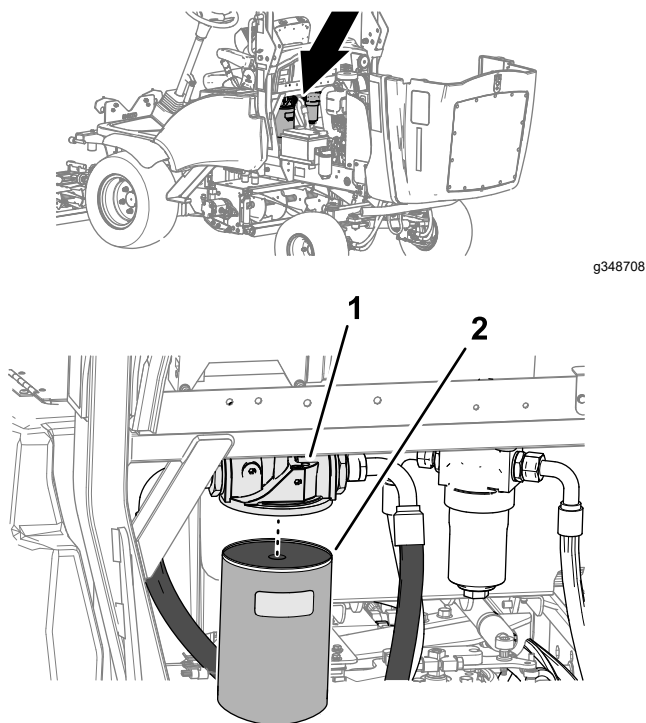

**Figura 85**
3. Sul lato sinistro della macchina, pulite l'area attorno alla testa del filtro e ponete una bacinella di spurgo sotto il filtro (Figura 85).
4. Rimuovete il filtro di ritorno (Figura 85).
6. Assemblate il filtro alla testa del filtro, e serrate il filtro a mano fino a quando la guarnizione non entra a contatto con la superficie di montaggio, quindi ruotatelo di un altro mezzo giro (Figura 85).